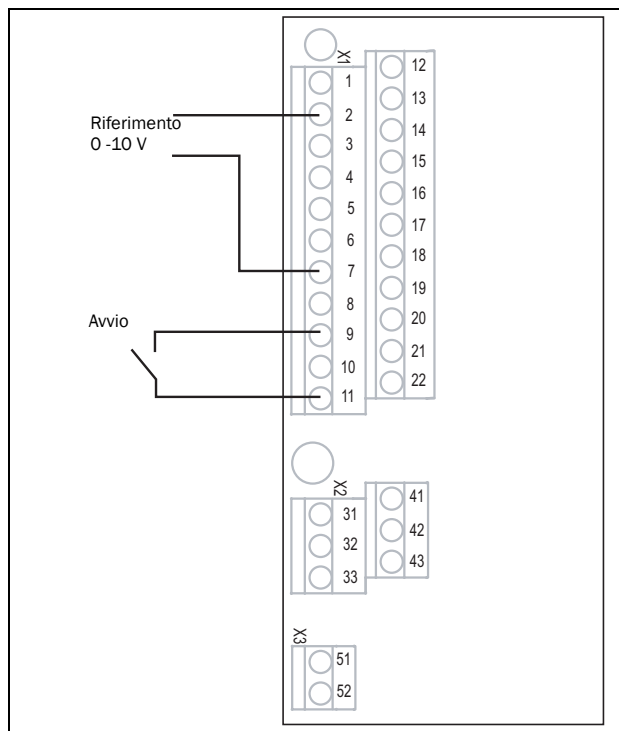

Fig. 36 Cablaggio
- Collegare un valore di riferimento tra i morsetti 7 (Comune) e 2 (AnIn 1) come nella Fig. 36.
- Collegare un pulsante di avvio esterno tra il morsetto 11 (+24 VDC) e 9 (DigIn2, RUNR) come nella Fig. 36.
14. Collegare gli ingressi/le uscite digitali e analogiche come illustrato nella Fig. 36.